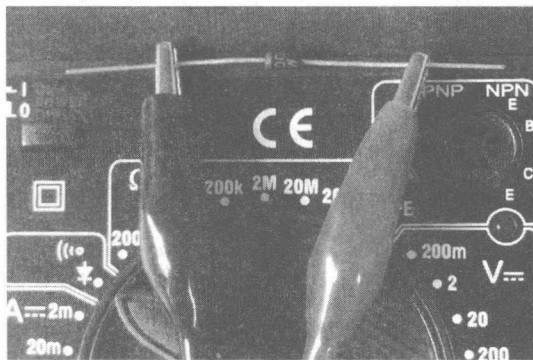

图 1.1.7 数字万用表测量普通二极管
(1) 普通二极管的测量方法
① 首先黑表笔插入“COM”插孔,红表笔插入“VΩ”插孔(红表笔极性为+)
② 将“挡位/量程”选择开关置于“二极管”挡;用红表笔接二极管的正极,黑表笔接负极如图 1.1.7 所示。
③ 调换表笔,显示屏显示“1”,因为二极管的反向电阻很大。通过这种方法可以判断二极管的正负极。